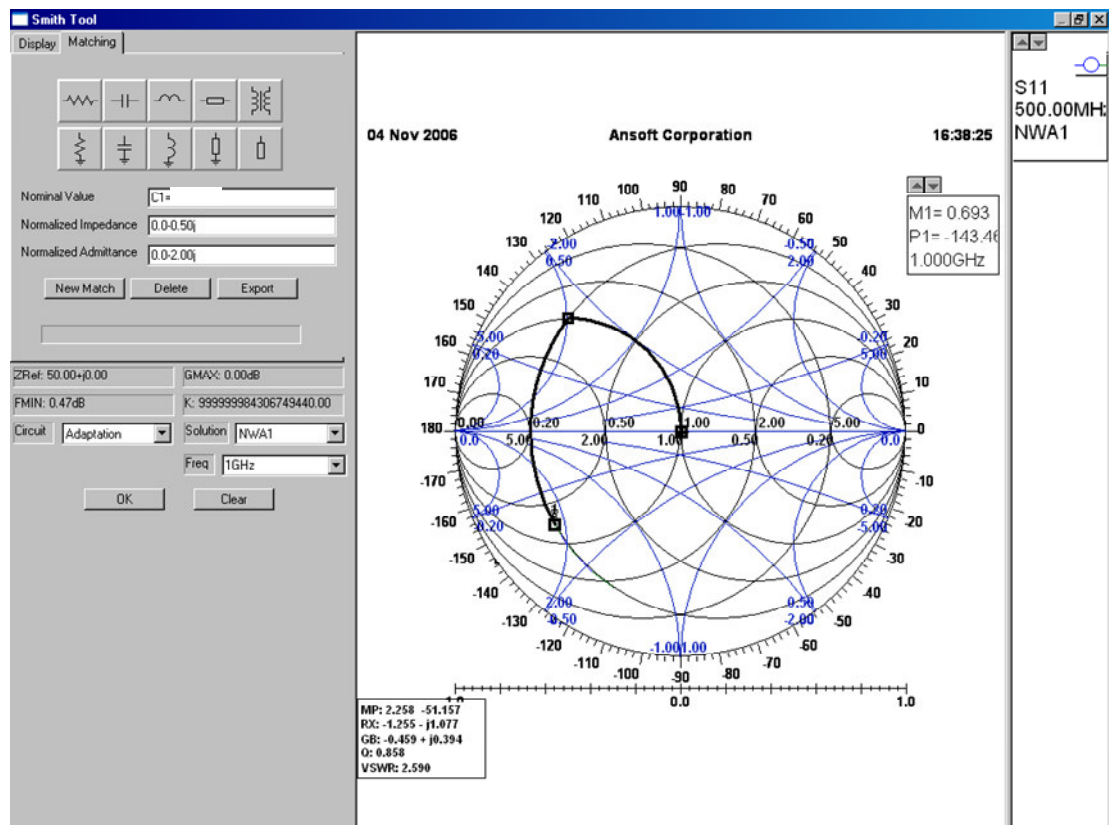

Figure 3 : Adaptation par l'abaque de Smith
- L'objectif de l'adaptation étant que le point issu de la *transformation inductance-série + capacité-parallèle* arrive au centre de l'abaque de Smith, optimiser à la main les différentes valeurs de L et C (en faisant glisser les points sur l'abaque de Smith) afin de satisfaire l'objectif d'adaptation. (On peut revenir dans *display* sur la fenêtre de *Smith Tool* et activer la grille admittance ; puis il faut ajuster L tel que le point transformé à la suite par l'ajout de l'*inductance-série* soit sur le cercle $Re(Y)=1$. Ensuite on ajuste C pour arriver infine sur l'origine comme indiqué sur la figure 3.